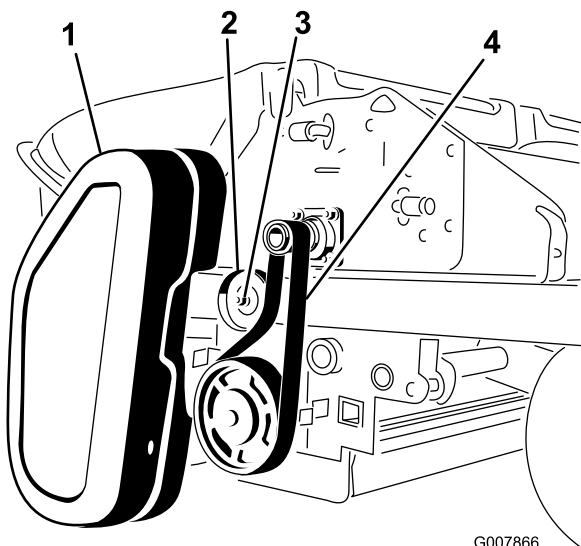

図 60
1. ベルト・カバー（図 60）を取り外す。
2. アイドラ・プーリのナットをゆるめる（図 60）。
3. チョッパーのシャフトとブラシのプーリから、ベルトを外す（図 60）。